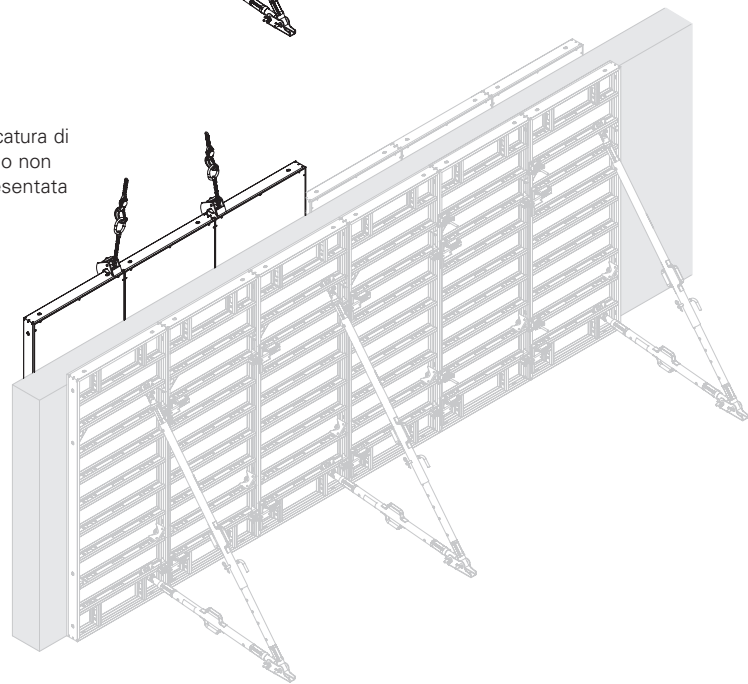

Fig. A2.07
1. Applicare i ganci di sollevamento e agganciare alla gru. (Fig. A2.07)